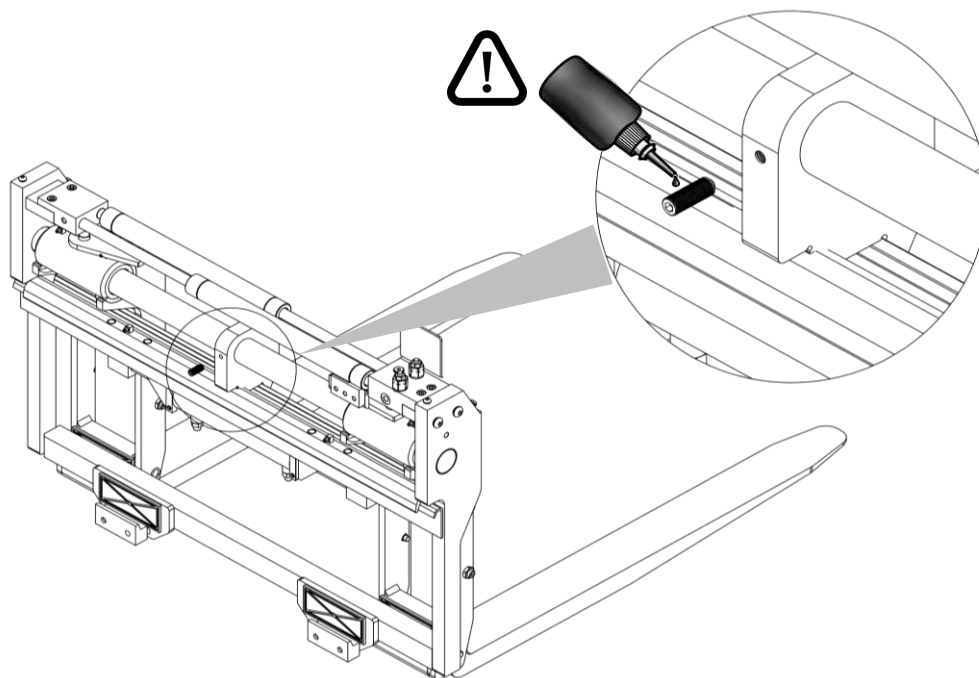

Figura 21
2. Aplique un bloqueador de hilos de resistencia media (tipo LOCTITE® 243) sobre el hilo del tornillo sin cabeza (mira *Figura 21*) y apriete con los siguientes par de apriete: